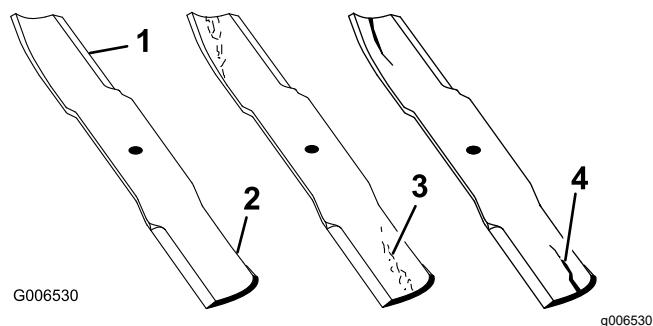

図65
- 刃先の部分を点検する図65。
- ひび、磨耗、割れの発生などがあれば、直ちに新しいブレードに交換する図65。